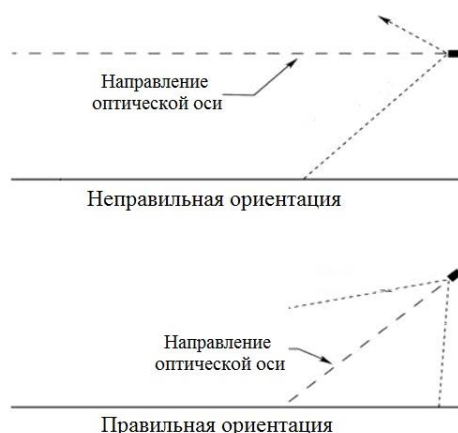

Рисунок 4.4 – Установка термокожуха с ИК-подсветкой по отношению к горизонту
4. ИК-подсветку рекомендуется нацеливать на объект по нисходящей под углом к горизонту, по крайней мере, 10-20 градусов (Рисунок 4.4). Такая установка предотвращает скопление влаги на смотровых окнах.